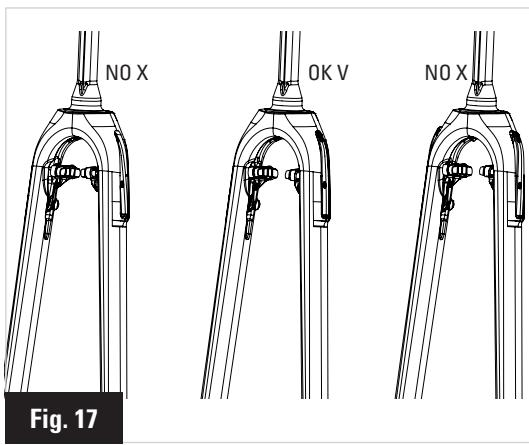

Fig. 17
- 5- Instale una segunda contera de vaina (D) si su contera de vaina tiene un recubrimiento, recórtelo hasta que solo queden 2-3 mm).
- 6- Saque el tubo de plástico de la pipa (11).
- 8- Vuelva a montar la pipa y la vaina (B) hasta que lleguen al tope.
- 9- Enganche la pipa en el tirante (10).
- 10- Pase el cable por el pasacable (3).
- 11- Sujete el cable con el tornillo prisionero (2) de manera que las dos palancas externas (4) equipadas con sus tapas (1) estén aplomadas con la horquilla (Fig. 17).